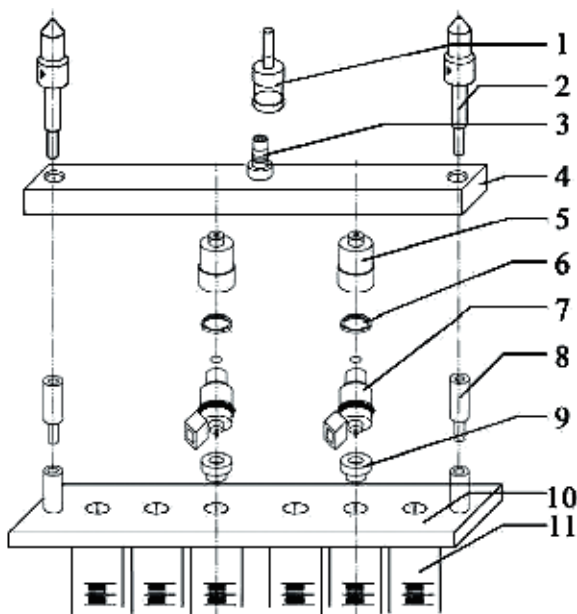

Рис. 2.4 Схема установки держателя для промывки противотоком
6.3 Установка инжектора для обратной промывки (противотоком) (рис. 2.4)
1. В соответствии с рис. 2.4, установите инжекторы между топливной рампой и опорной пластиной тестовых цилиндров.
2. Затяните всю сборку с помощью винтов (2), выберите режим обратной промывки, установите давление в системе 0.25-0.3 МПа, включите режим, нажатием на кнопку Start («Пуск»).